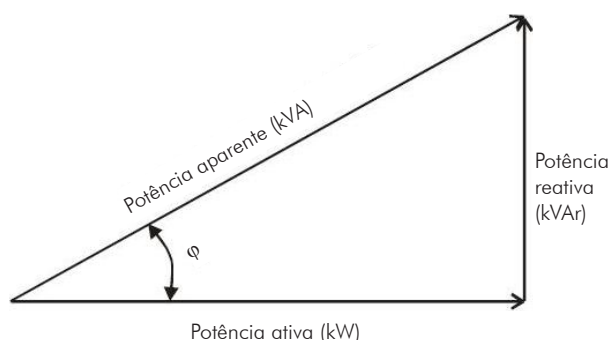

Figura 2.6 - Triângulo de potências
A partir do valor do fator de potência, no caso de formas de onda senoidais, as potências ativa (P), reativa (Q) e aparente (S), podem ser representadas por vetores que formam um triângulo retângulo, também conhecido como triângulo de potências, conforme mostrado na figura 2.6, donde obtém-se as relações entre as potências.